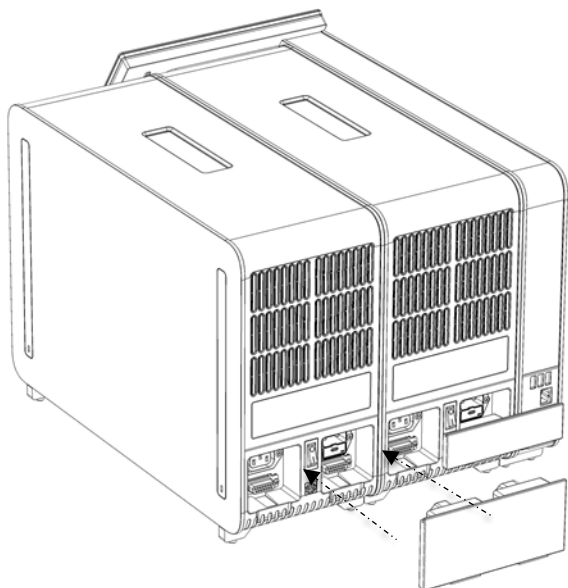

Bild 18. Ansluta bryggan mellan de analytiska enheterna.
6. Anslut bryggan mellan de analytiska enheterna på baksidan av QIAstat-Dx Analyzer 2.0 för att länka de två analytiska enheterna (bild 18).